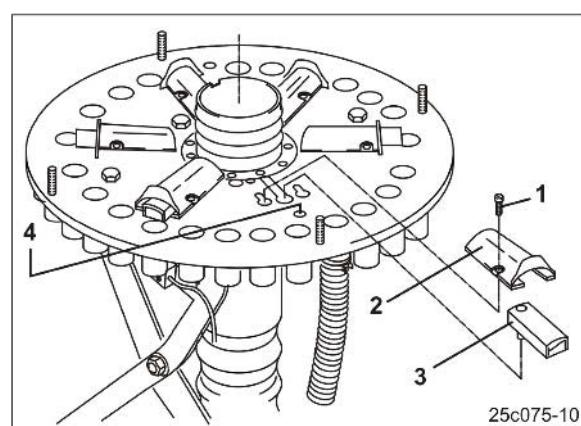

Рис. 115
1. Демонтируйте внешнюю крышку распределителя (Рис. 115/1).
2. Rin Демонтируйте кольцо g (Рис. 115/2).
3. Демонтируйте внутреннюю крышку распределителя (Рис. 115/3).
4. Демонтируйте пенопластовую вставку (Рис. 115/4).